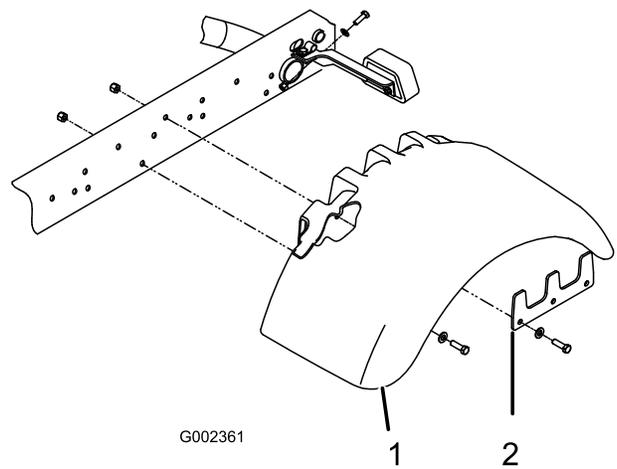

Figure 4
4. Montez, sans serrer, une aile de chaque côté du châssis avec un support, (5) boulons 3/8 x 1-1/4" et un contre-écrou, comme illustré à la Figure 4.